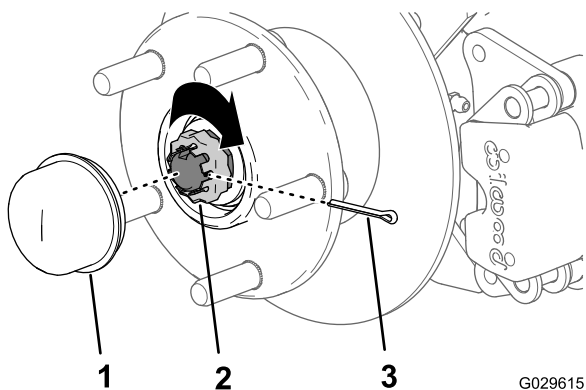

Рисунок 36
8. Установите держатель поверх гайки и проверьте совмещение паза в держателе с отверстием в шпинделе под шплинт (Рисунок 36).
9. Установите шплинт и загните обе лапки вокруг держателя (Рисунок 36).
10. Установите пылезащитную крышку на ступицу (Рисунок 36).